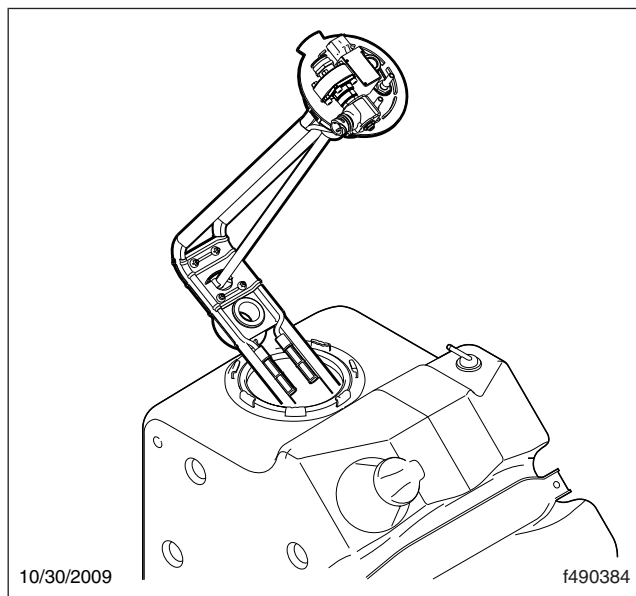

Fig. 7, Unité d'en-tête
11. Faites pivoter le verrouillage de l'en-tête dans le sens contraire des aiguilles d'une montre pour le desserrer, puis retirez le verrouillage. Voir Fig. 7.
12. Retirez le collecteur DEF du réservoir en tirant l'ensemble vers le haut. Ensuite, l'incliner pour dégager l'extrémité horizontale du réservoir. Voir Fig. 7.